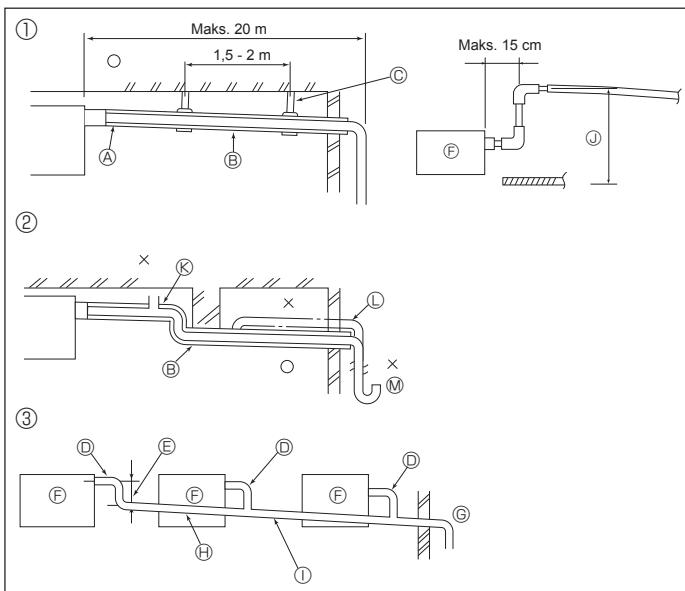
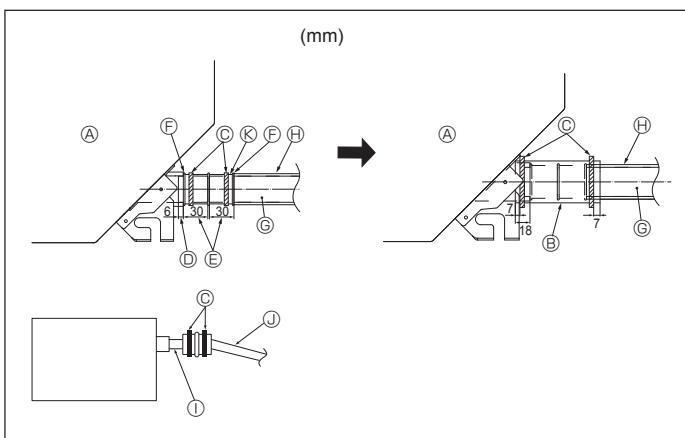

Fig. 5-1
Fig. 5-2
5.1. Føring af drænrør (Fig. 5-1)
①	Korrekt rørføring	⑥	Gør rørføringsstørrelsen stor til grupperet rørføring
②	Forkert rørføring	⑦	Fald (1/100 eller mere)
③	Grupperet rørføring	⑧	O.D. ø32 PVC rør til grupperet rørføring (9 mm isolering eller mere)
④	Isolering (9 mm eller mere)	⑨	Op til 85 cm
⑤	Fald (1/100 eller mere)	⑩	Aftag (Luftudtag)
⑥	Metalunderstøtning	⑪	Hævet
⑦	O.D. ø32 PVC rør	⑫	Lugtfælle
⑧	Gøres så stor som muligt (ca. 10 cm)
⑨	Hovedenhed
1. Tilslut drænmuffen (følger med enheden) til drænporten. (Fig. 5-2)